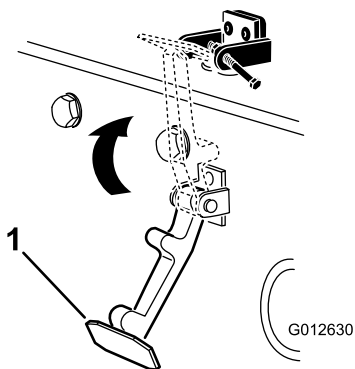

Figura 6
7. Prindei clichetul capotei pe suportul clichetului capotei (Figura 6).